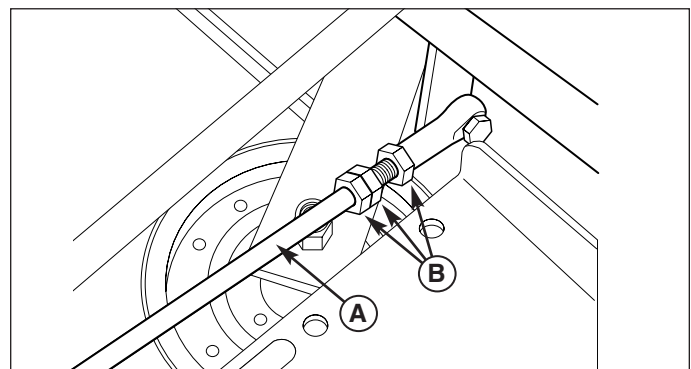

Figura 29. Ajuste de neutral
2. Existen tres (3) tuercas en el brazo de acoplamiento. Las primeras dos se usan conjuntamente para girar el brazo y la tercera (hacia el frente de la máquina) se usa para fijar el brazo en su lugar. Afloje la contratuerca en el pasador de horquilla (B, Figura 29) y gire el brazo de acoplamiento (A, Figura 29) para ajustarlo. Si la máquina se arrastra hacia
3. Apriete la contratuerca (B, Figura 29) en el pasador de horquilla cuando haya logrado que esté en neutral.